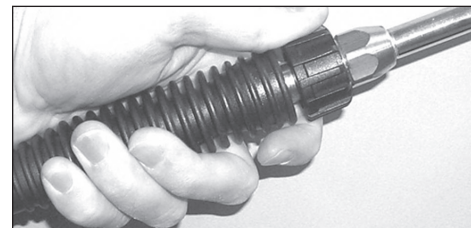

Figura 6 - Conecte la lanza a la pistola
6. Conecte la lanza a la pistola (Vea la Figura 6).